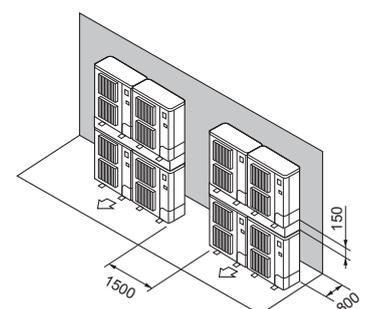

Fig. 2-14
- ⑦ Διάταξη μονάδων σε στοιβά (Fig. 2-14)